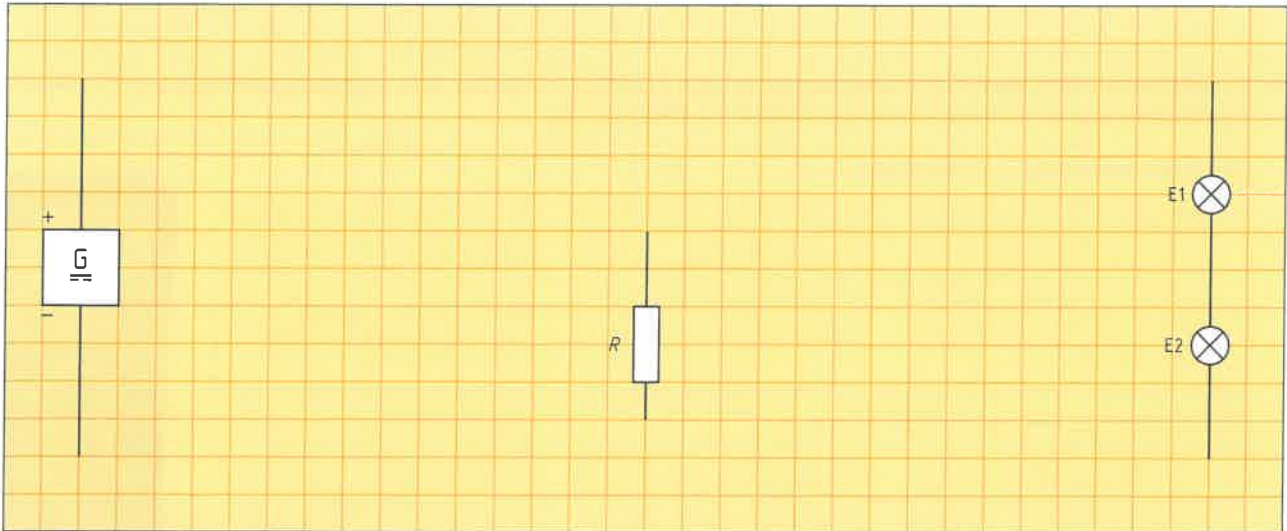

Bild 1: Strommessungen (1)
6. a) Ergänzen Sie die Schaltung (**Bild 1**) für einen Laborversuch um drei Strommesser, damit der Gesamtstrom I , der Strom I_R durch den Widerstand und der Strom I_E durch die Glühlampen E1 und E2 gemessen werden kann.